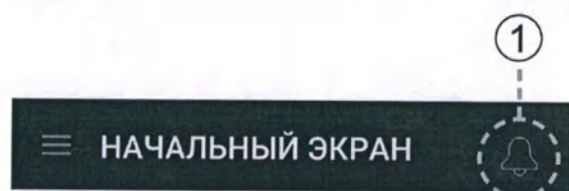

Рис. 5: Пустой значок сигнала тревоги
4. Если предупреждение об остановке мотора помпы не появляется и на значке сигнала тревоги нет цифр  (Рис. 5), Ваша терапия была возобновлена. Выполнять какие-либо дальнейшие действия не требуется.